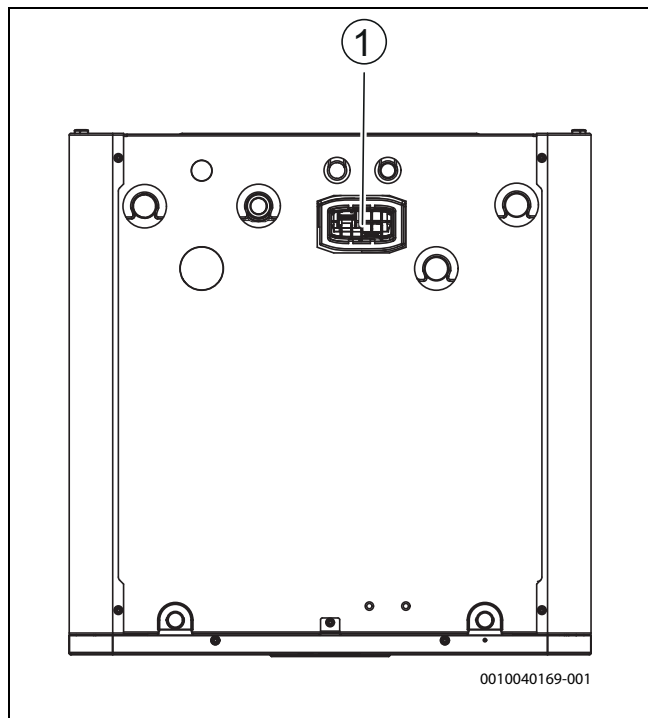

Fig. 21 Placement Connect-Key
- Placer le module dans le support (→ [1], figure 21). Une LED clignote s'il est correctement inséré.